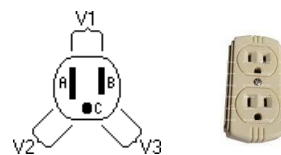

Figura 1
6. En uno de los *contactos polarizados* (figura 1) de las mesas de trabajo del laboratorio, obtenga con el multímetro las siguientes tablas: